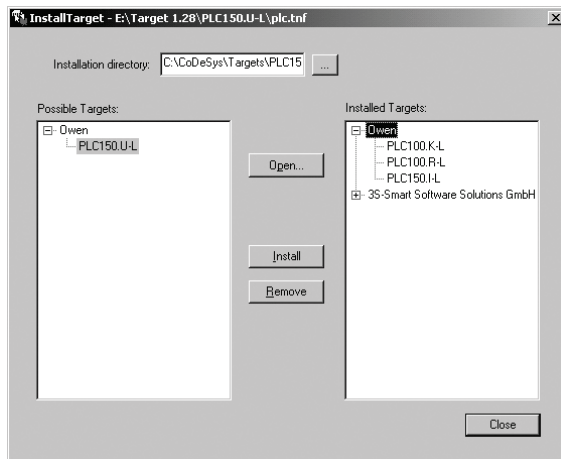

Рисунок 5.1 – Окно «InstallTarget» утилиты InstallTarget
1) В открывшемся при запуске утилиты **InstallTarget** окне (рисунок 5.1) – нажать кнопку **Open** и указать путь доступа к инсталлируемому Target-файлу (имеющему расширение ***.tnf**, Target Information File). Target-файлы контроллеров ОВЕН ПЛК150 находятся на компакт-диске, поставляемом с контроллером, в папке «Target» или могут быть скачаны с сайта **www.owen.ua**. При скачивании с сайта папку с Target-файлами надо разархивировать и сохранить на жестком диске ПК.